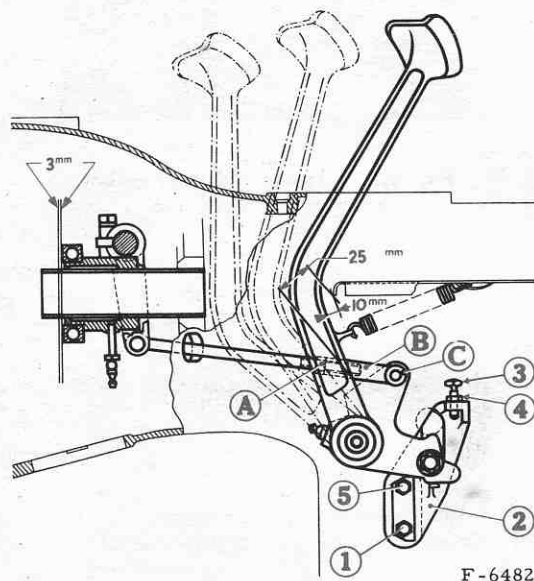

Fig. 43. — Réglage de la garde et de la course libre de la pédale d'embrayage
Cet embrayage n'est toutefois commandé que par une seule pédale. La première partie de la course de la pédale débraye uniquement la transmission et, à fond de course, débraye à la fois la transmission et la prise de force. Quand la prise de force est débrayée, le pied de la pédale doit être en contact avec la vis de butée (3) (fig. 43).